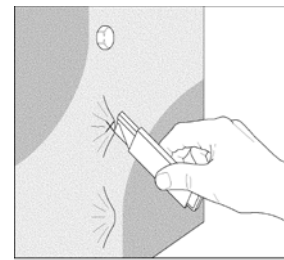

Bild 22
2. Ein Einschneiden der Folie / Grafik über den kompletten Bereich als X auf dem Schraubenkopf ist notwendig (Bild 22).